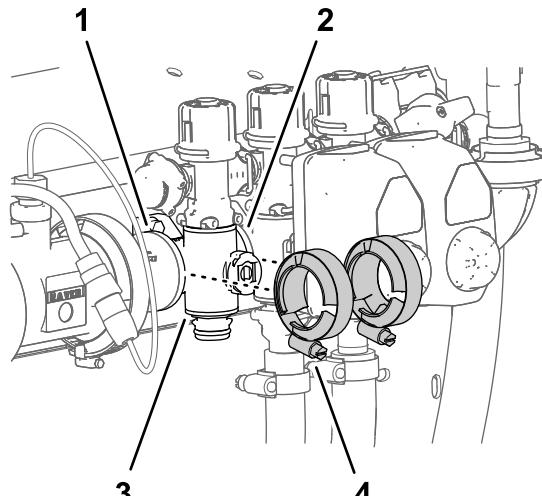

图 134
4. 将在 拆下喷洒臂段歧管阀 \(页码 73\)中卸下的法兰夹具松松安装到喷洒臂段阀歧管的法兰上以及其他喷洒臂段阀和/或耦合适配器的法兰上 图 134。
7. 用手拧紧 2 个法兰夹具 图 134。